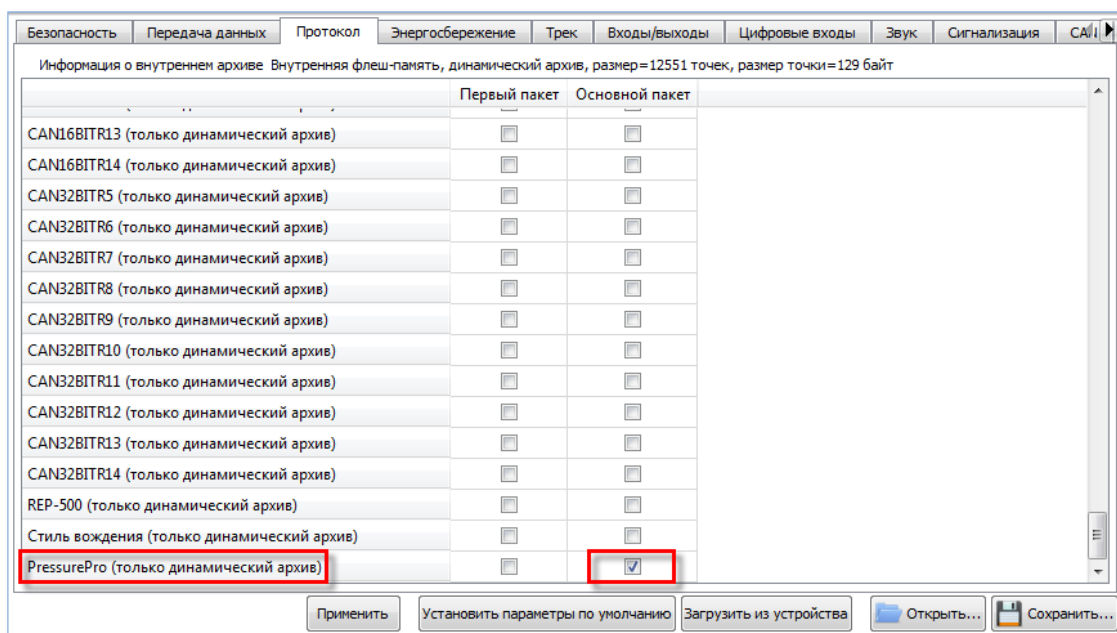

Рисунок 11. Настройка основного пакета
4. Перейдите на вкладку «Настройки» → «Протокол» и поставьте галочку в поле «Основного пакета» в строке «PressurePro» (Рис. 11);